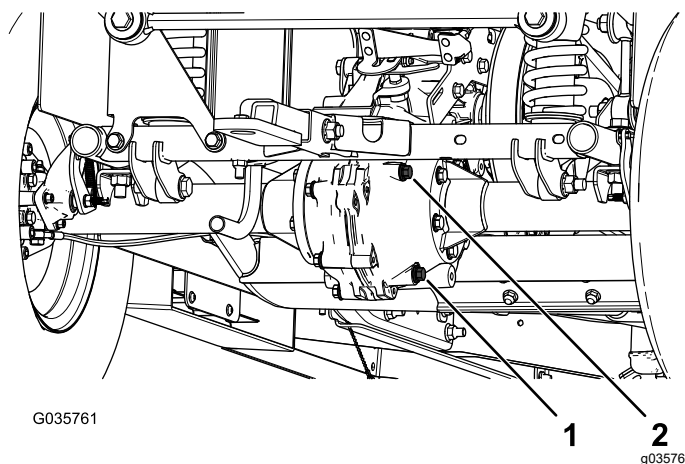

Figura 61
4. Retire el tapón de llenado del transeje (Figura 61).
5. Si el nivel de fluido es bajo, retire el tapón de llenado y añada fluido del tipo especificado hasta que salga del orificio (Figura 61).
1. Coloque un recipiente debajo del tapón de vaciado (Figura 61).
2. Retire el tapón de llenado y la junta (Figura 61).
3. Retire el tapón de vaciado y la junta, y deje que el fluido se drene completamente (Figura 61).